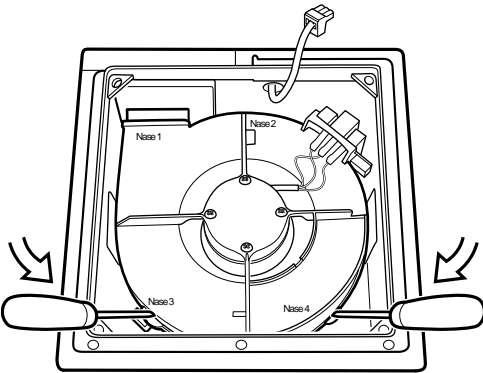

Bild 13
- mit Schlitzschraubendreher Lüftermotor bei Nase 3 und 4 herausheben (Bild 13)
- Lüftereinsatz demontieren (Bild 13)